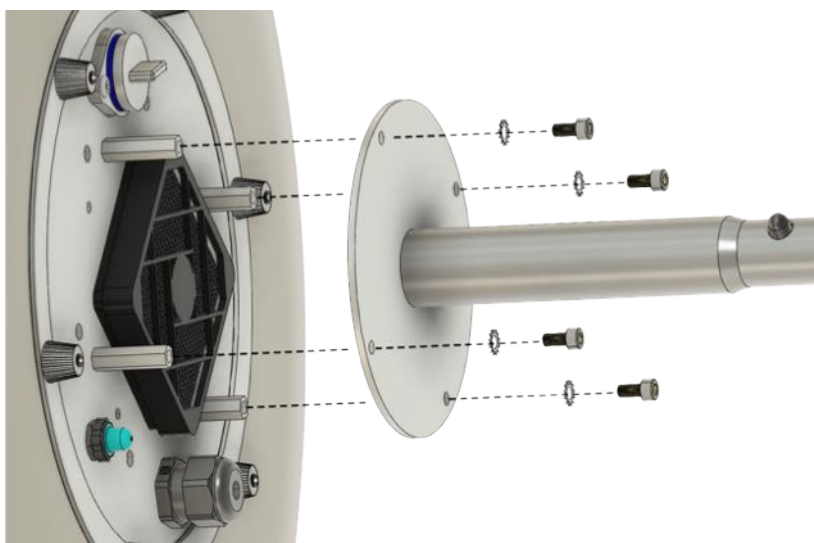

Abb. 10
1. Desserrez le support du trépied en retirant les 4 vis à six pans creux (Fig. 10).